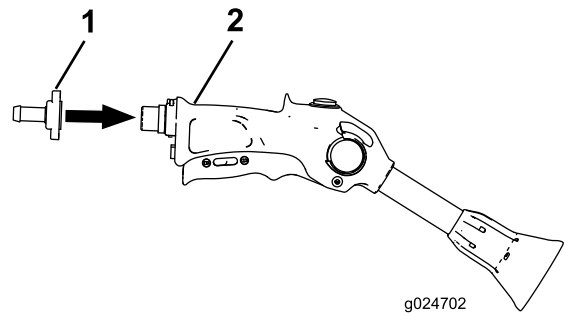

Bild 31
1. Bauen Sie die Spritzpistole zusammen (Bild 31).